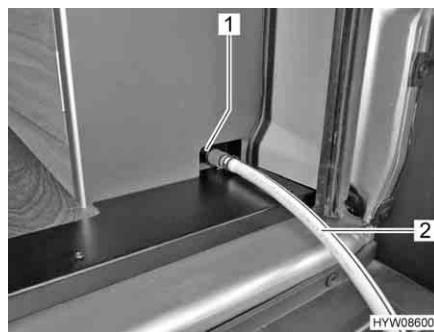

Fig. 64 Giunto rapido
- Infilare il tubo flessibile dell'acqua potabile (Fig. 64,2) sul giunto rapido (Fig. 64,1) sull'estremità del piano di lavoro (sul lato destro del veicolo).
- Infilare il tubo flessibile di scarico (Fig. 64,2) sul giunto rapido (Fig. 64,1) sull'estremità del piano di lavoro (sul lato destro del veicolo).